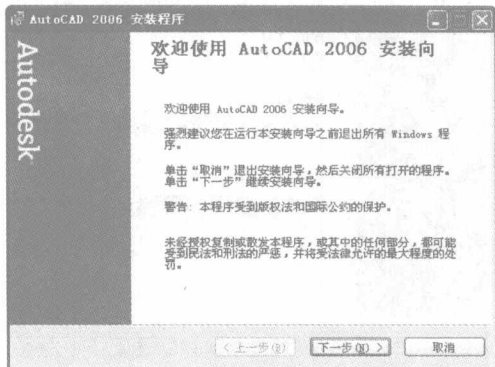
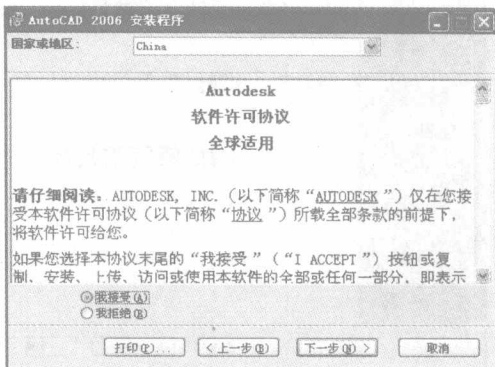

图 1-4 安装向导对话框
图 1-5 “许可协议”对话框
3) 支持部件安装完成后,打开“欢迎使用 AutoCAD 2006 安装向导”对话框,如图 1-4 所示,单击“下一步”按钮,弹出“许可协议”对话框,如图 1-5 所示。